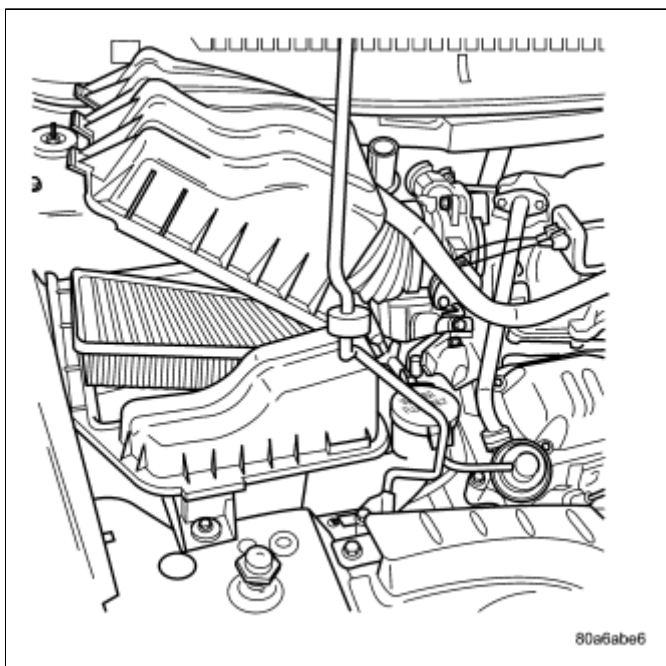

图 1 空气滤清器滤芯和壳体盖罩
1. 分离将空气滤清器盖罩固定到空气滤清器壳体的两个固定夹(图 1)。